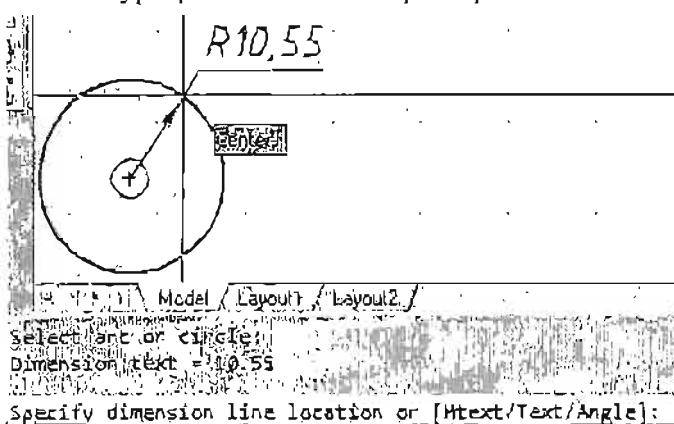

Рис. 3.34. Командная строка при простановке размера радиуса
3. Укажите курсором точку на окружности. В командной строке появится автоматически вычисленное значение радиуса выбранной дуги, предложение указать положение размерной линии и список опций команды (рис. 3.34).
Включите вместо привязки *Center* объектную привязку *Tangent* (Касательная) (см. рис. 3.34). Для этого уберите флагок у привязки *Center* и установите его у привязки *Tangent*.